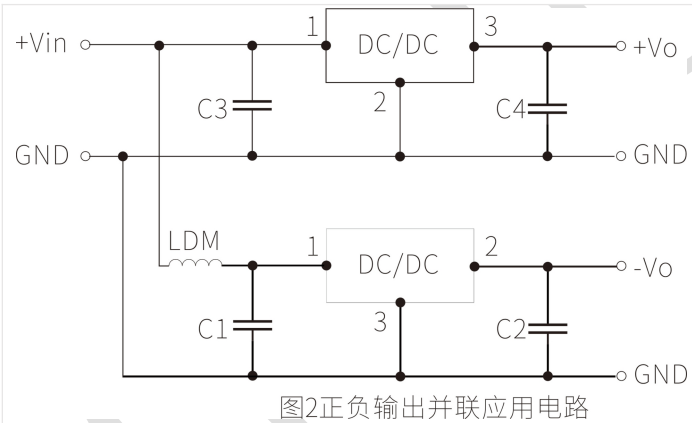

图2正负输出并联应用电路
- 当产品用于图2所示的应用电路时，建议增加电感LDM 以减小产品相互间的干扰，LDM 推荐值为10  $\mu$  H；